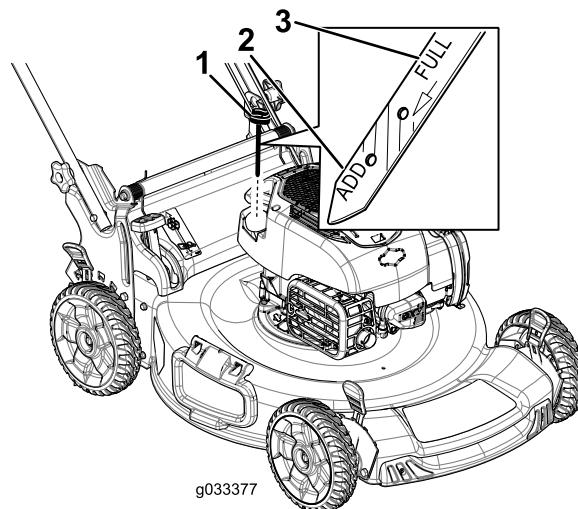

Figura 14
2. Retire a vareta rodando-a no sentido contrário ao dos ponteiros do relógio e puxando-a para fora (Figura 14).
5. Leia o nível de óleo na vareta (Figura 14).
- Se o nível de óleo na vareta estiver demasiado baixo (Figura 14), deite cuidadosamente uma pequena quantidade de óleo detergente SAE 30 ou SAE 10W-30 para o tubo de enchimento de óleo, aguarde 3 minutos e volte a repetir os passos 3 a 5 até o nível de óleo na vareta estar no nível correto. Verifique o tipo de óleo, consulte 3 Enchimento do motor com óleo \(página 7\).
- Se o nível de óleo na vareta estiver demasiado alto (Figura 14), drene o óleo em excesso até que o nível de óleo na